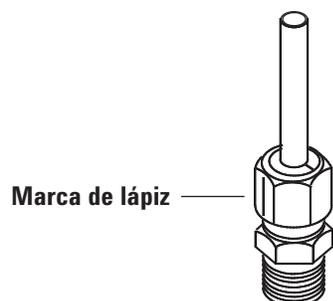

Figura 16. Marcado de la conexión
- 6 Marque la tuerca con un lápiz. Consulte la Figura 16.